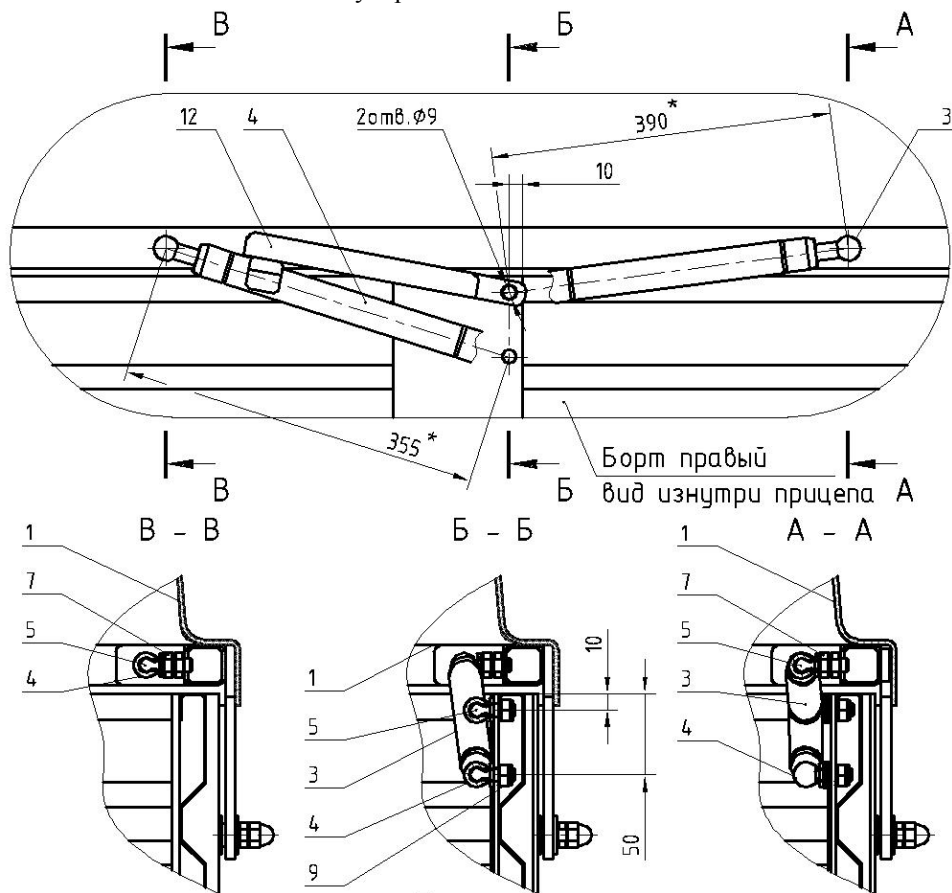

Рисунок 2.
11. Прикрутить верхние шаровые шарниры 5 через дистанционную гайку 7 (рис. 2, сечение А-А и сечение В-В).
12. Просверлить отверстие Ø9мм в левом и правом борту прицепа на расстоянии 10мм и 50мм от верхнего края борта и 10мм от заднего края стойки, как показано на рис.2.
13. Прикрутить нижние шаровые шарниры 5 (рис. 2, сечение Б-Б).
15. Установить стопоры газового упора 11 и 12 (рис. 2).